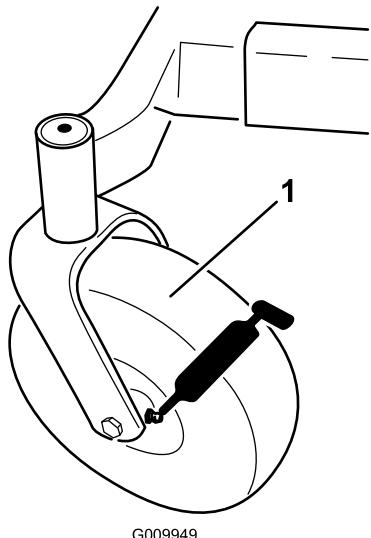

Figura 32
3. Limpie los engrasadores con un trapo (Figura 31 y Figura 32). Asegúrese de rascar cualquier pintura que hubiera sobre los puntos de engrase.
4. Conecte una pistola de engrasar a cada punto de engrase (Figura 32 y Figura 31). Bombee grasa hasta que empiece a rezumar grasa de los cojinetes.